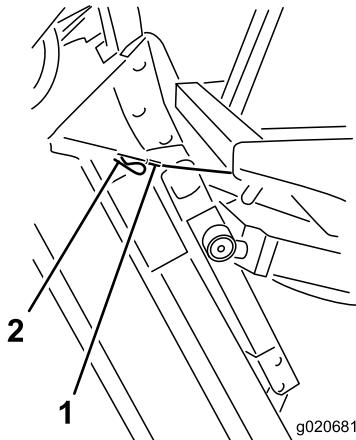

Figura 105
6. Mantenendo il piatto di taglio verticale, fate passare l'estremità del cavo sopra il perno del braccio di sollevamento del piatto di taglio e fissate il cavo con la coppia (Figura 105).